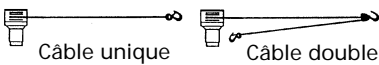

Figure 1
**Toutes les charges sont pour un fonctionnement à câble unique (voir la Figure 1). Le fonctionnement à câble double avec un palan facultatif (No. de pièce 2227) augmente la capacité du treuil approximativement du double (voir la Figure 1).
1. Le treuil EX1 a une capacité de valeur nominale de 1000 livres (454 kg) (à câble unique). **NE SURCHARGEZ PAS LE TREUIL. N'ESSAYEZ PAS DES TRACTIONNEMENTS PROLONGÉS AVEC DES CHARGES LOURDES. NE CONTINUEZ PAS D'ALIMENTER LE TREUIL EN COURANT SI LE MOTEUR CALE.** Les surcharges peuvent endommager le treuil et/ou le câble métallique et créer des conditions de fonctionnement dangereuses. **POUR LES CHARGES LOURDES, NOUS VOUS CONSEILLONS D'UTILISER L'ASSEMBLAGE DU CROCHET ET PALAN FACULTATIF (NO. DE PIÈCE 2227) AFIN D'AVOIR UNE LIGNE DE CÂBLE MÉTALLIQUE DOUBLE** (Figure 1). Ceci réduit d'environ 50% la charge sur le treuil et le stress sur le câble métallique.